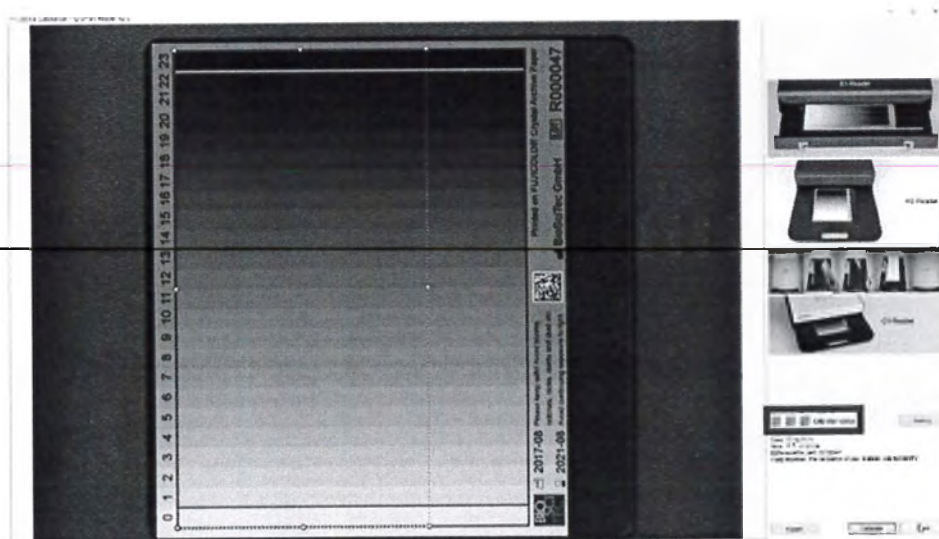

Рисунок 27
7.18.9 Результат калибровки будет отображаться цветом в области «Состояние калибровки» (Рисунок 27).